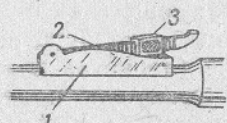

Рис. 7. Прицел:
10. Прицел (рис. 7) служит для направления винтовки в цель и для придания ей соответствующих углов прицеливания при стрельбе на различные расстояния. Он состоит из прицельной колодки, прицельной планки с хомутиком и пружины.